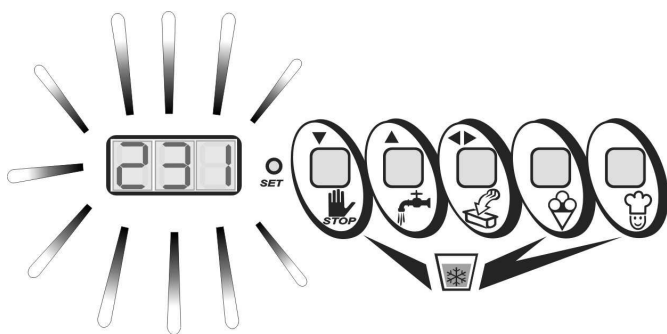

Fig.4
- Après quelques minutes et après avoir atteint le meilleur compromis possible entre le temps de congélation et la consistance, relativement à la typologie et à la quantité de mélange introduit, un avertissement sonore avertit l'opérateur qu'il est possible d'extraire la glace (Fig. 4). Au cas où cela n'est pas possible, la machine s'occupera automatiquement à maintenir la glace dans le temps sans changer ultérieurement la consistance.